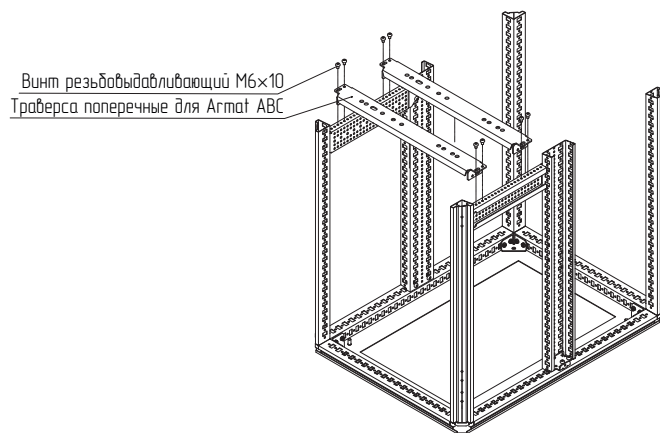

Рисунок 56
4.21.4 Установить траверсы поперечные для ARMAT ACB винтами M6×10 на траверсах воздушного выключателя по глубине и закрепить винтами M6×10 (рисунок 56, 57). Момент затяжки – 7 Н·м.